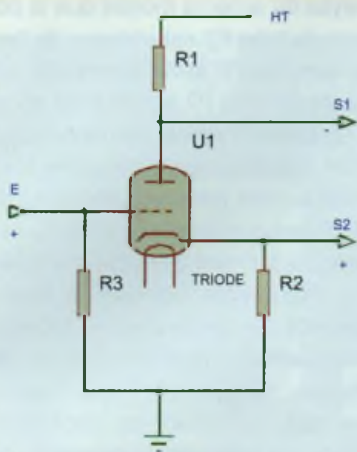

Figure 1
- le déphaseur cathodyne ou à charge répartie qui utilise une seule triode. Il est représenté en **figure 1**.
Les autres déphaseurs s'apparentent plus ou moins à ces trois types de base. Le déphaseur cathodyne (**figure 1**) est à la fois le plus simple et le plus fiable dans le temps. En effet, il est le seul à pouvoir fournir les mêmes tensions sur chaque voie, quel que soit l'état d'usure du tube déphaseur.